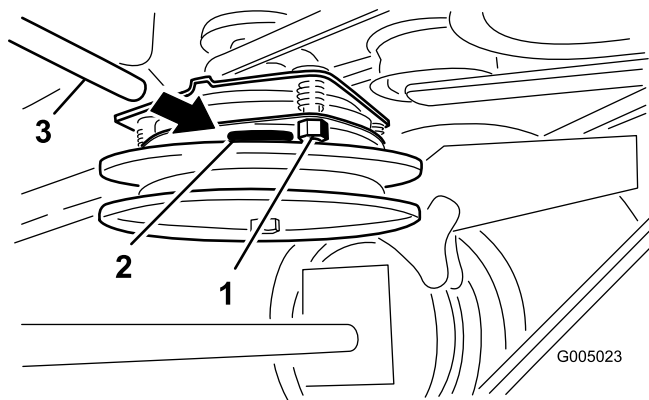

Рисунок 35
2. Затяните контргайки так, чтобы калибр был немного прижат, но его можно было легко перемещать в зазоре (Рисунок 35).